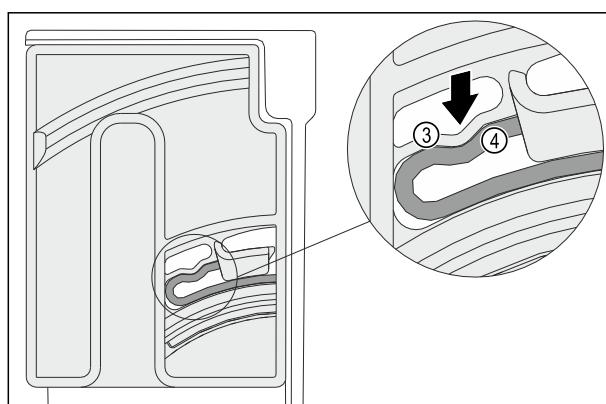

Fig. 115
- Еластичний елемент Fig. 115 (3) поворотного модуля зафіксується з характерним звуком у заокругленій ребро Fig. 115 (4).